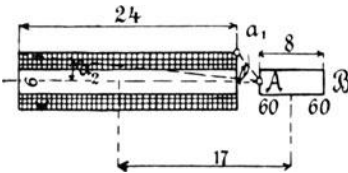

Fig. 40.
und Spulen-Mitte 17 [26] (30) cm beträgt? (Fig. 40.)